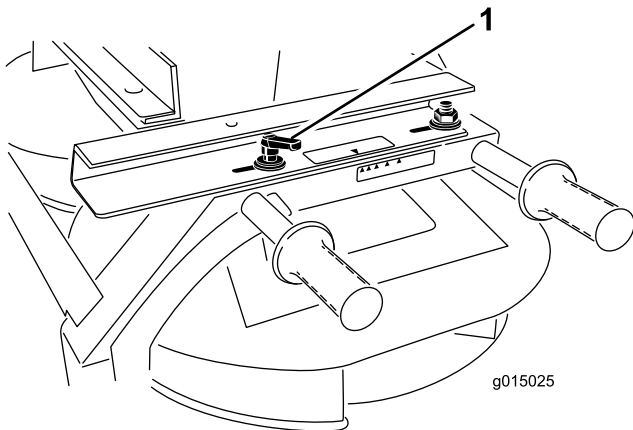

Bild 43
1. Lösen Sie den Griff an jeder Seite des Doppel-Tellerstreuers (Bild 43).